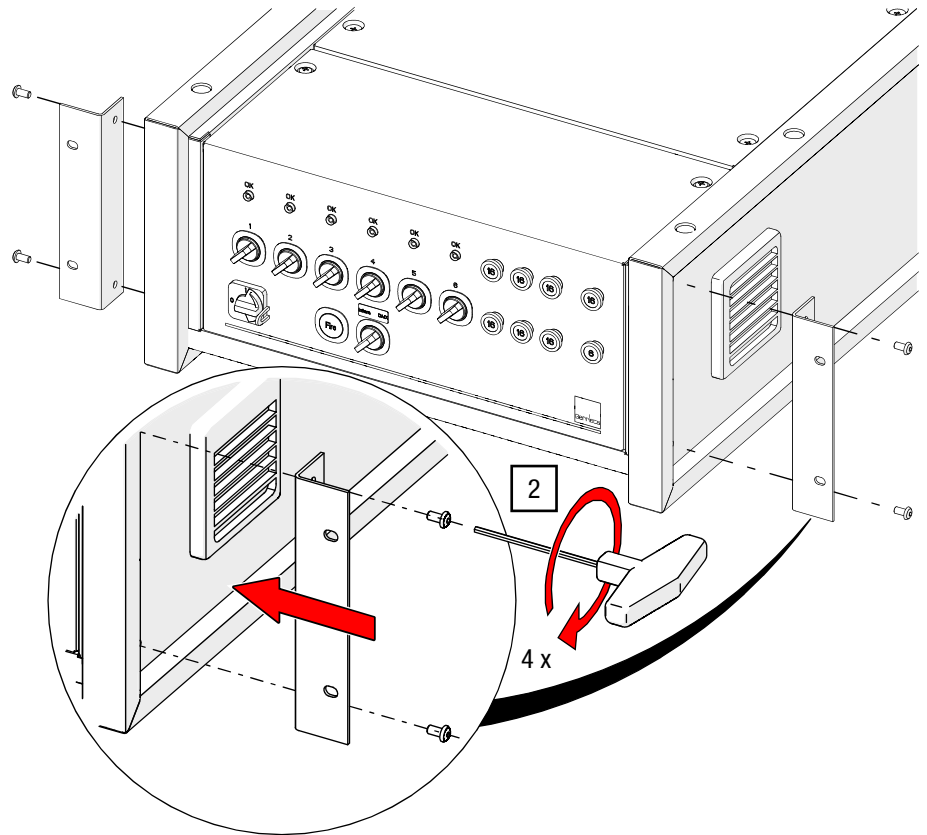

Abb. 21: Rack-Montagewinkel anschrauben (Steuerungsmodell kann abweichen)
- Rack-Montagewinkel anschrauben 2. Schrauben Sie die Montagewinkel mit den Innensechskantschrauben auf beide Seiten der Steuerung G-FRAME fest (siehe Abb. 21).